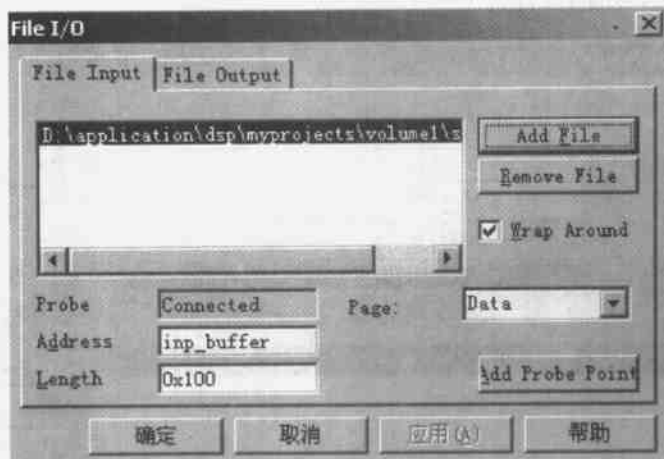
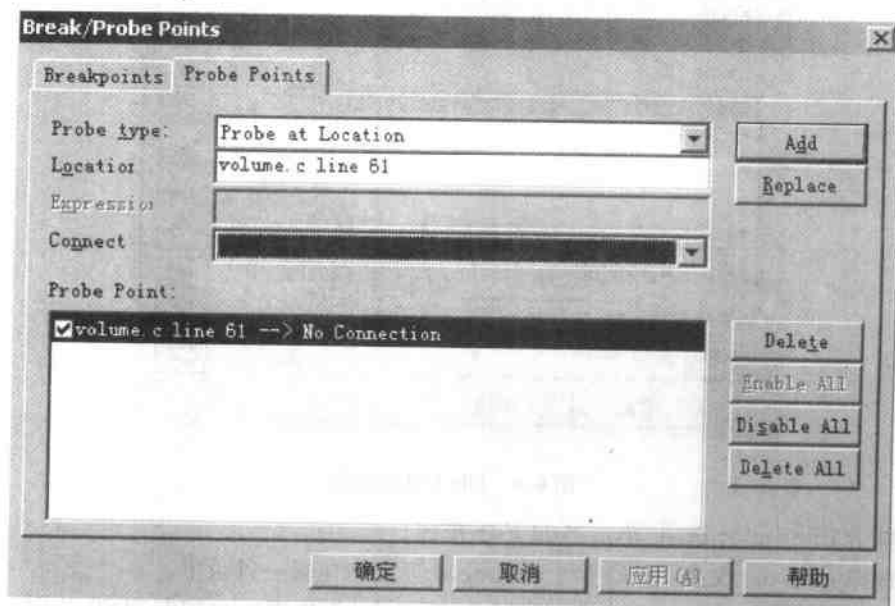

图 6.8 File I/O 对话框
图 6.10 探测点设置对话框
- (1) 单击工程工具栏上的  图标, 或者在 Project 菜单上单击 Rebuild All 命令, 重新生成可执行程序 volume.out。
- (2) 在 File 菜单上执行命令 Load Program, 选择 volume.out 并打开。
- (3) 在工程视图中双击文件 volume.c, 在右边的编辑窗口中显示源代码。
- (4) 将光标移动到 main() 函数中的 dataIO() 代码行, 在工程工具栏上单击  图标, 添加探测点。
- (5) 在 File 菜单上执行命令 File I/O, 将弹出如图 6.8 所示的 File I/O 对话框。
(10) 在如图 6.8 所示的 File I/O 对话框中,单击 Add Probe Points 按钮,将弹出如图 6.10 所示的探测点设置对话框。